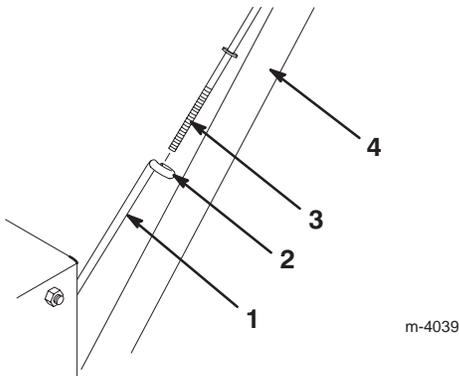

Bild 3
3. Halten Sie die Griffe in der Installationsposition und stecken Sie die obere Fahrtriebsstange durch die Öse in der unteren Fahrtriebsstange (Bild 3).